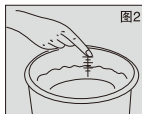

图2
- ★ 煮饭前，先用量杯量取适量米，洗净后按米水比例为1:1.0~1.2的比例加水，煮粥时的米水比例为1:8左右；或按照内锅刻度线标示加水；但加水均不要超过最高水位线。(如图2)